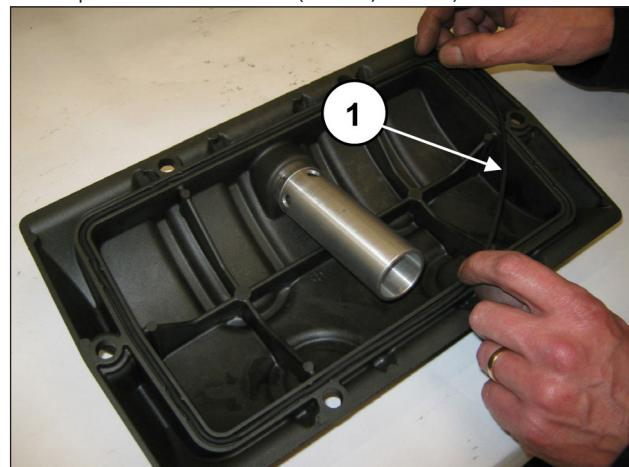
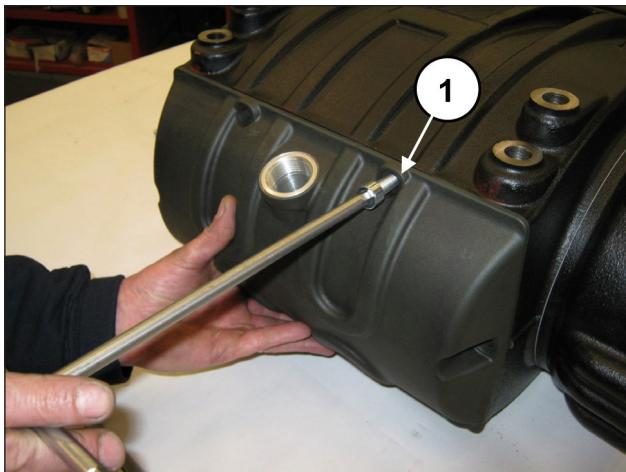

Рис. 72
Рис. 73
Вставьте уплотнительное кольцо O-ring в заднюю крышку (поз. ①, Рис. 72) и монтируйте крышку на картер с помощью 6 винтов M10x30 (поз. ①, Рис. 73).